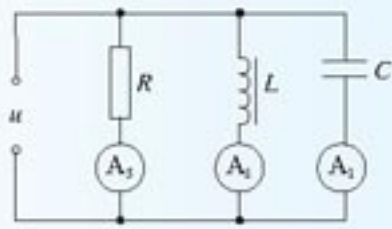

图 5.3-6 电流表如何变化？
- 如图 5.3-6 所示，交流电流表  $A_1$ 、 $A_2$ 、 $A_3$  分别与电容器、线圈  $L$  和电阻  $R$  串联后接在同一个交流电源上，供电电压瞬时值为  $u_1 = U_m \sin \omega_1 t$ ，三个电流表各有不同的读数。现换另一个电源供电，供电电压瞬时值为  $u_2 = U_m \sin \omega_2 t$ ， $\omega_2 = 2\omega_1$ 。改换电源后，三个电流表的读数是否变化？如果有变化，是增大还是减小？为什么？